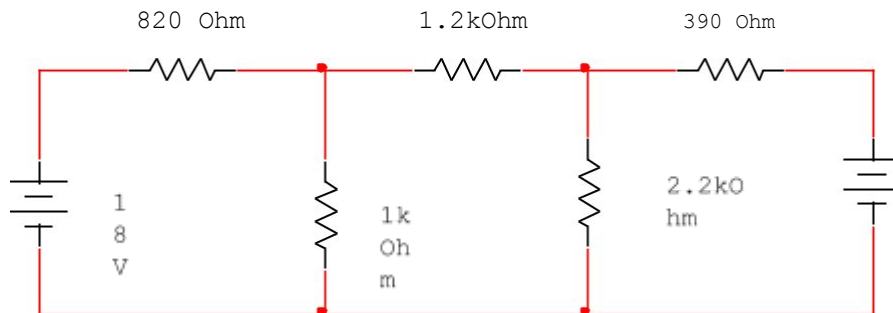

Figura 2.1
Se requiere el análisis analítico del circuito mostrado en la figura 2.1., mediante la técnica del análisis de mallas. El valor obtenido de cada corriente de malla anótelo en la tabla 2.1.
2.5.1. Implemente el circuito que se presenta en la figura 2.1.
2.5.3. Simule en el software Multisim, Proteus, o cualquier otro simulador, el circuito de la figura 2.1, obteniendo los valores de las corrientes de malla. Anote los resultados en la tabla 2.1.
Tabla 2.1. Resultados obtenidos para el circuito de la figura 2.1.